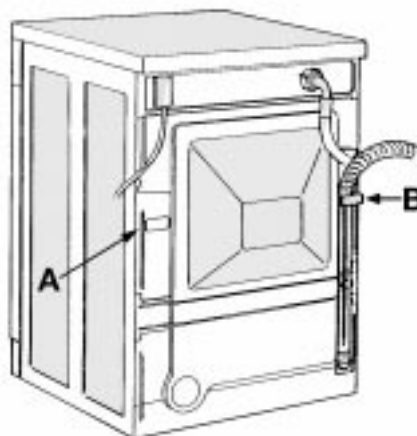

Рис. 1
1. Отсоедините сливной шланг от левого зажима, смотри стрелку А на Рис. 1.